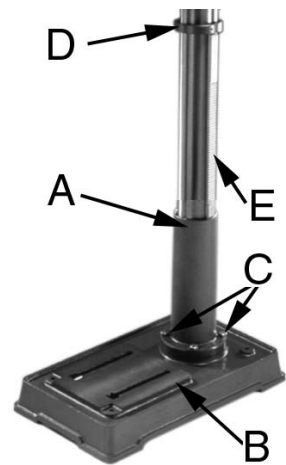

Abb. 1
- a) Mit Hilfe der vier Schrauben montieren Sie die Säule (A) auf die Bodenplatte (B). Lösen Sie die Madenschraube im Haltering (D) und entfernen Sie Haltering (D) und Zahnstange (E). (siehe Abb. 1)